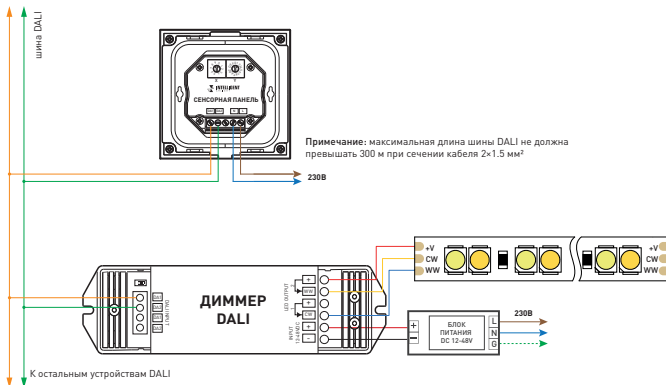

Рис. 3. Подключение сенсорной панели
3.3. Подключите панель в соответствии со схемой рис. 3.